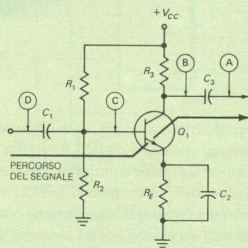

Figura 1
7. In riferimento alla Figura 1, se il segnale viene iniettato in base (punto c), l'uscita (punto a) risulta normale.